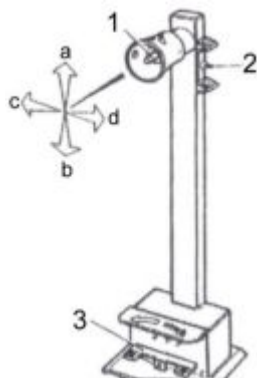

Рисунок 2 Стойка управления
4.2.2 Стойка управления (рисунок 2) состоит из основания , стойки , пульта. На пульте расположен джойстик управления: